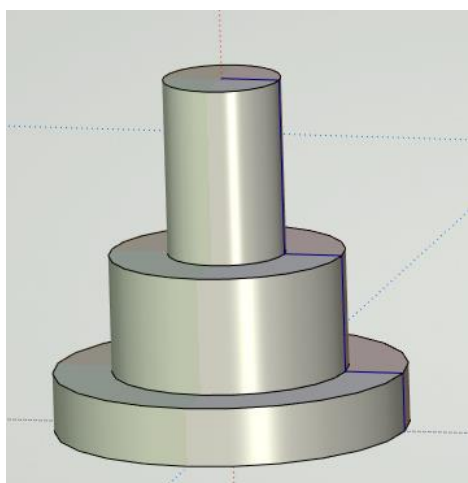

Рисунок 1.14.
- 1.14. В результате выполнения операции вращения будет создано твёрдое тело, 3D модель которого представлена на рис. 1.14.